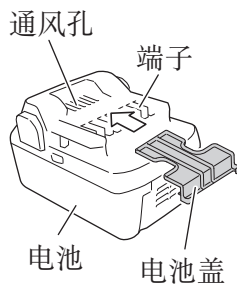

图 1
- 或者将电池装在电动工具中，或者在牢固按入电池盖并挡住通风孔后再存放，以防止短路（参照图1）。